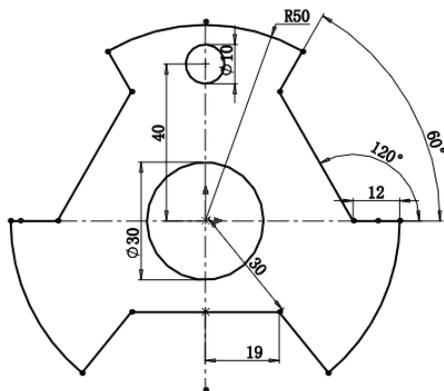

图 2-109 绘制草图 2
(7) 绘制草图。选择菜单栏中的“工具”→“草图绘制实体”→“圆”命令, 或者单击“草图”选项卡中的“圆”按钮, 绘制直径分别为 10mm 和 30mm 的圆, 并单击“智能尺寸”按钮, 确定位置尺寸, 如图 2-109 所示。